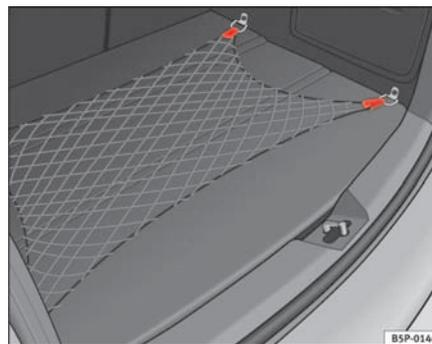

Fig. 106 Rete portaoggetti del vano bagagli
- Utilizzare gli anelli di ancoraggio che si trovano nelle parti laterali del vano bagagli, per fissare la rete portaoggetti ⇒ pag. 138, fig. 106